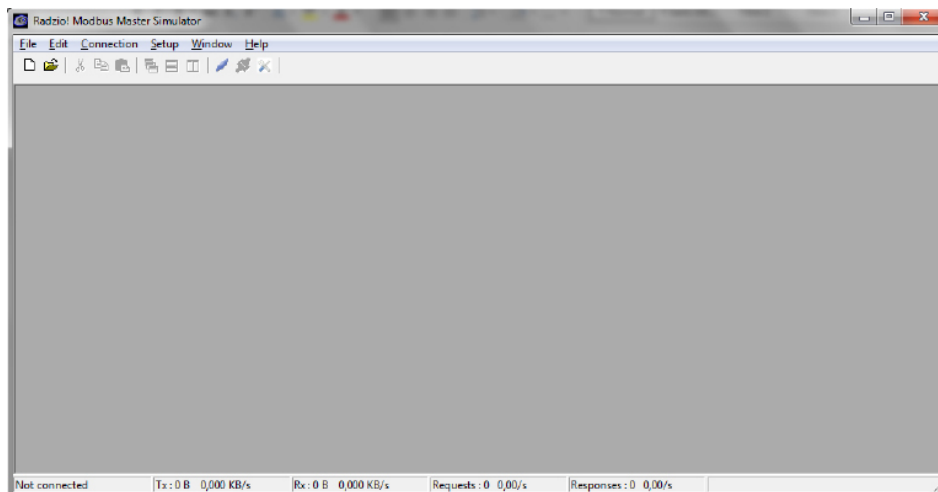

Abbildung 4: Radzio! Startbildschirm
4. Öffnen Sie das heruntergeladene **Radzio!**, Abb. 4